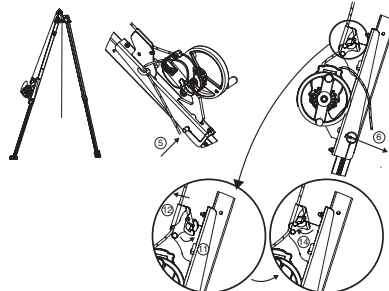

Fig. 9
VIGTIGT: Vær opmærksom på monteringsretningen: faldets blokeringsanordningen skal være vendt opad på tracpode trefoden (Fig.9).
5. Installer forløjningsbolt på konsollen til derope™ UP R apparatet. Denne forløjningsbolt har to funktioner: fastlåsning af benet på tracpode trefoden og forløjning af konsollen til derope™ UP R apparatet på dette ben (Fig.9, 5).
6. Fastlås forløjningsbolt med stiften med låsering (Fig.9, 6).
11. Åbn konsollens faldbremse (Fig.9, 11).
12. Før faldet, der kommer ud af derope™ apparatet ind i konsollens faldbremse (Fig.9, 12).
14. Luk faldbremsen (Fig.9, 14).